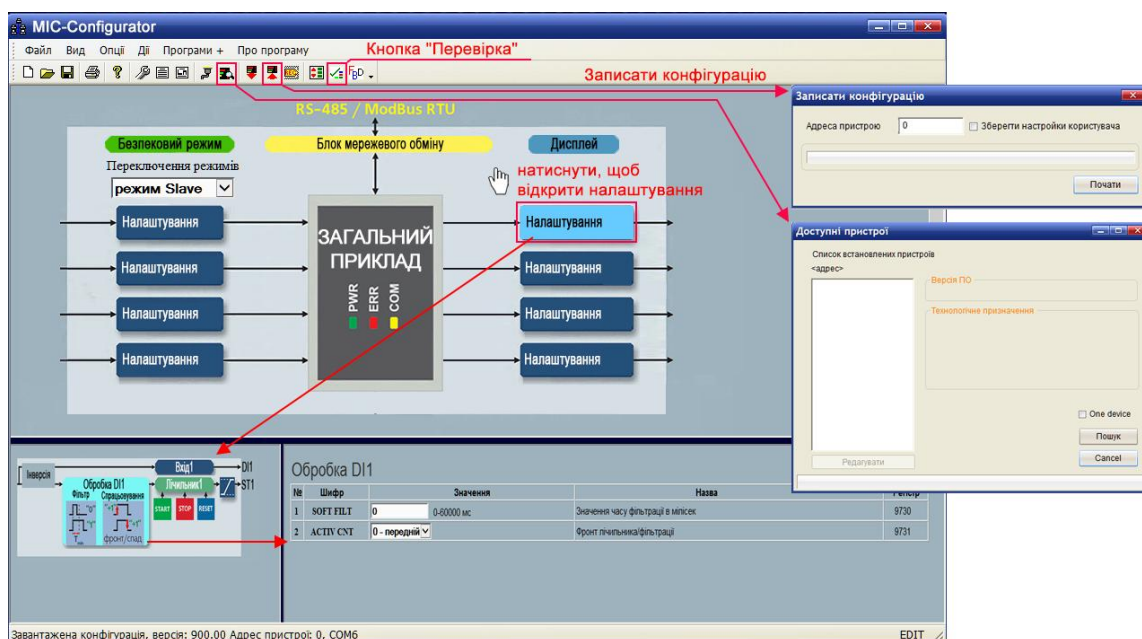

Рисунок 4.5 – Редагування конфігурації
4.3.6.6 У МІК-Конфігураторі натиснути кнопку "Доступні пристрої" (див. рис. 4.5) та здійснити пошук модуля згідно з пунктом 4.3.4.